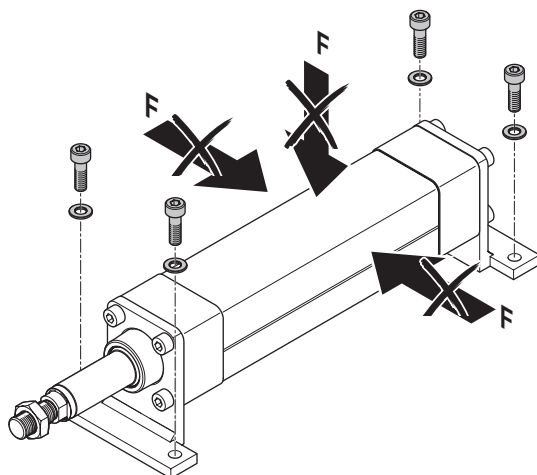

Fig. 12: Verspannen von Deckel/Boden und Gehäuse
► EMC spannungsfrei montieren ► Fig. 12.